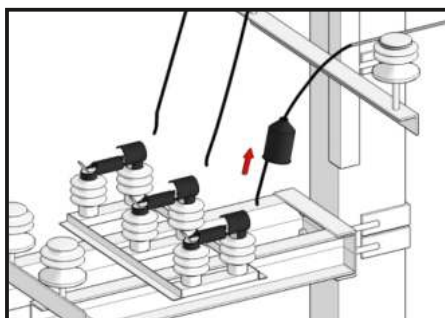

Рис. 47.
11.2.7. Продеть свободный конец шлейфа сквозь отверстие ПЗУ-6-10кВ-ТРН-НГ (Рис. 47).